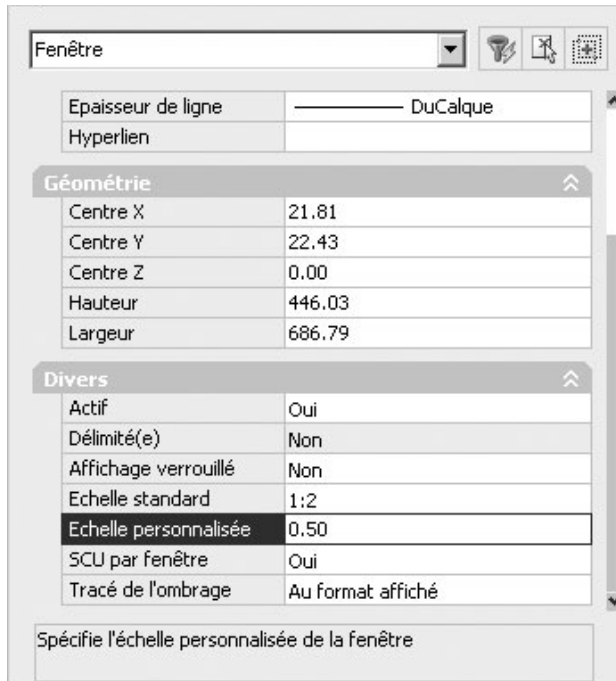

Fig.23.17
- 4 Si la valeur souhaitée n'existe pas, cliquer sur **Personnaliser** (Custom) et taper la valeur dans le champ **Echelle personnalisée** (Custom scale) situé au-dessous (fig.23.17).